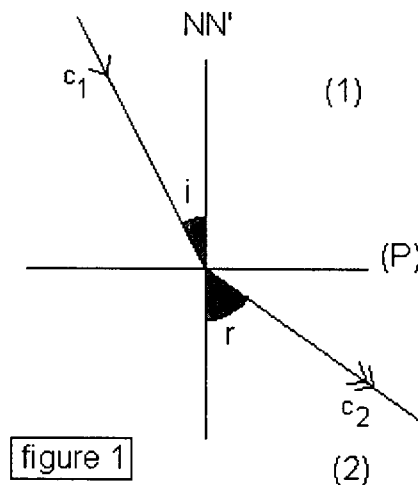

figure 1
**1.1** - Un dioptré plan est composé de deux milieux réfringents (1) et (2) séparés par une surface plane (P) (**figure 1** ci-dessous).